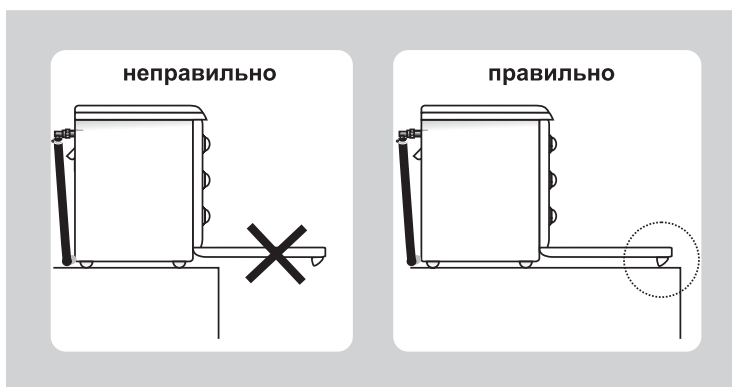

Рис. 3
- Чтобы избежать опрокидывания, не ставьте плиту на край стола (рис. 3).